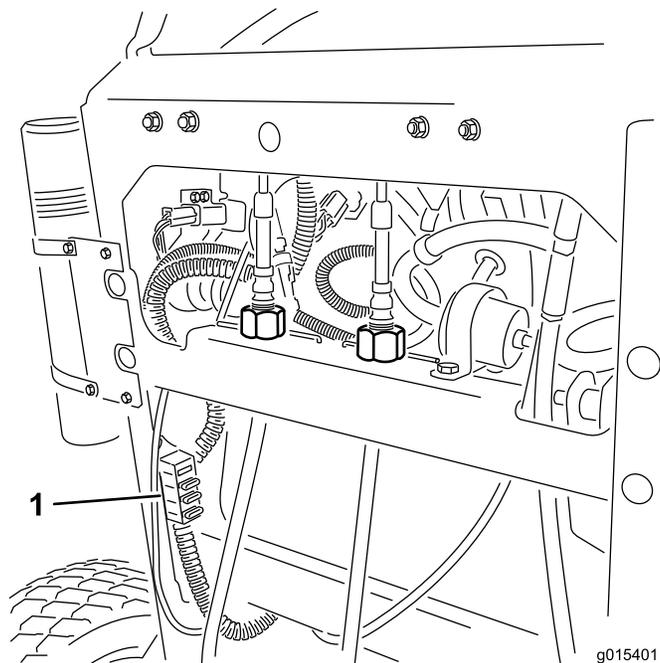

図 54
2. ヒューズを引き出して外し、あるいは交換する 図 54。
注 正しい規格のヒューズが付いていることを確認する 図 54。